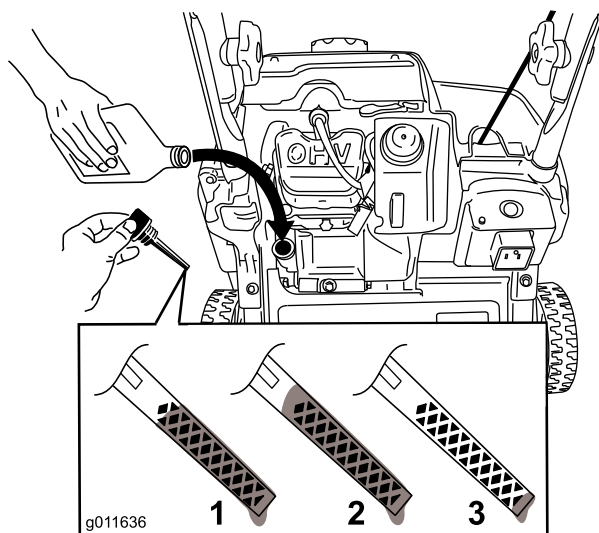

Bild 7
Hinweis: Füllen Sie das Getriebe mit Öl, bis der Peilstab angibt, dass der Ölstand richtig ist, wie in Bild 7 dargestellt. Wenn Sie zu viel Öl in den Motor füllen, lassen Sie etwas Öl ab, siehe Wechseln des Motoröls“.
2. Reinigen Sie den Bereich um den Öleinfülldeckel (Bild 7).
Hinweis: Siehe Bild 7, wie Sie den richtigen Ölstand am Peilstab ablesen.